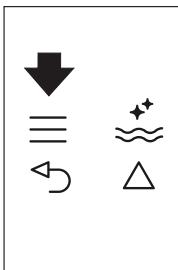
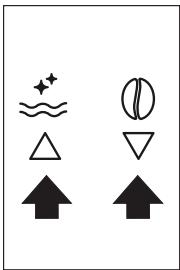

Fig. 22
Fig. 9
- Prima o ícone (B2) para aceder ao menu (Fig. 22) ou prima os ícones (B7) e (B8) (Fig. 9) até aparecer "PROGRAM HOT WATER" (PROGRAMAR ÁGUA QUENTE).